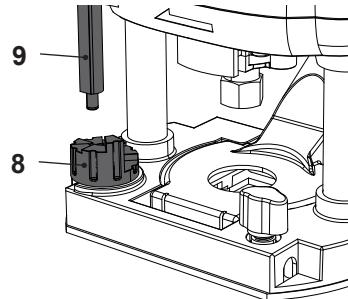

Rys. 17
- > Użyj pokrętła regulacji precyzyjnej głębokości (12), aby precyzyjnie ustawić głębokość cięcia (Rys. 17).
- > Obróć pokrętlem regulacji precyzyjnej głębokości (12), zgodnie z ruchem wskazówek zegara, aby zwiększyć głębokość strugania.
- > Obróć pokrętlem regulacji precyzyjnej głębokości (12) w kierunku przeciwnym do ruchu wskazówek zegara, aby zmniejszyć głębokość strugania.